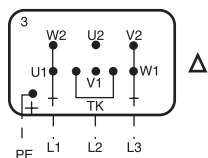

Рис. 1
Трехфазный асинхронный двигатель на 230/400 В — 50 Гц с соединением фаз "Звезда" может быть запитан от источника 400 В — 50 Гц (см. рис.1)
- при соединении фаз трехфазного асинхронного двигателя по схеме "звезда" (см. рис.1), с напряжением питания 400В, 50 Гц, поменяйте положения фаз на обратное;